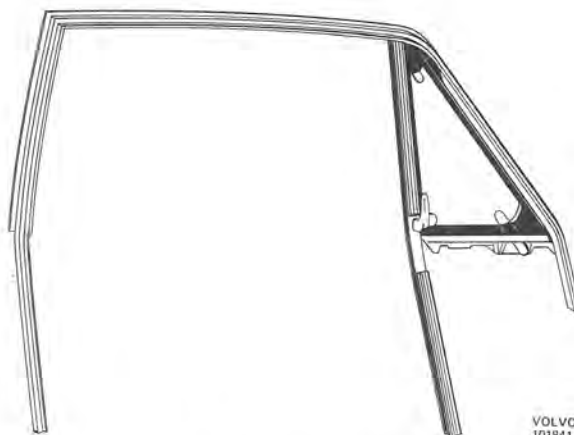

Bild 22. Dörrbåge
3. Efter att gummilisten runt ventilationsrutan lossats ur spåren runt om, kan rutan med gummilisten tas bort (bild 22).